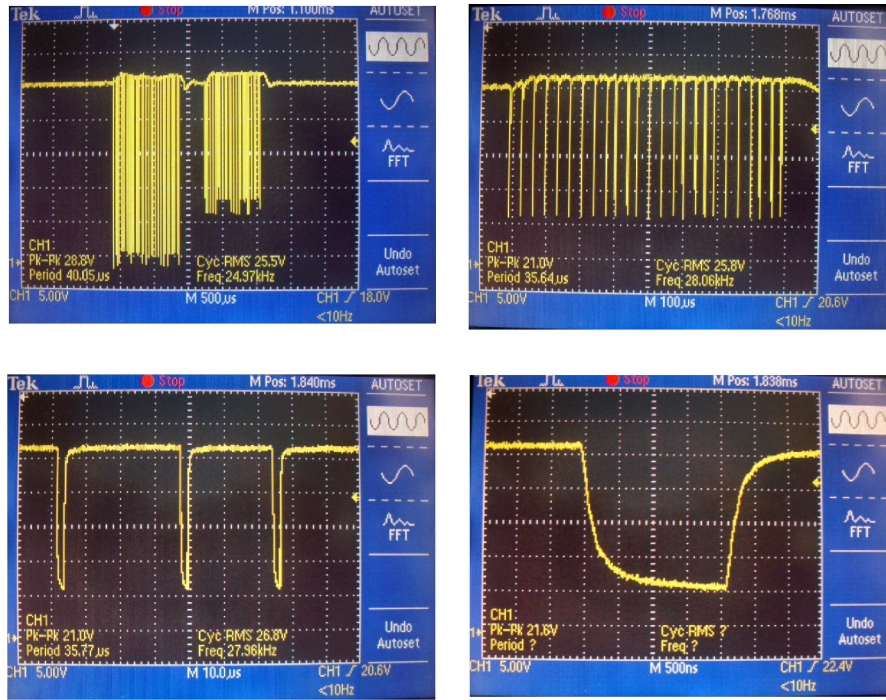

Рисунок 19
- 5) Подключить общий вход осциллографа к выходу 2 разъема XT1 БПД-RS-485П, сигнальный вход осциллографа к выходу 1 разъема XT1. При помощи осциллографа наблюдать форму сигнала запроса БКД-М и ответа БПД-RS-485П по интерфейсу СОС-95. Запомнить на экране осциллографа форму сигналов запроса и ответа (рисунок 19).